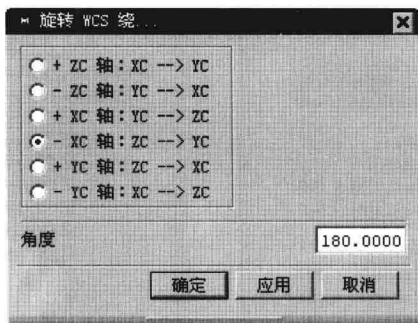

图 1.11 “旋转 WCS 绕...”对话框
(1) 选择命令。选择下拉菜单 **格式(F)** → **WCS** → **旋转(R)...** 命令。系统弹出图 1.11 所示的“旋转 WCS 绕...”对话框。